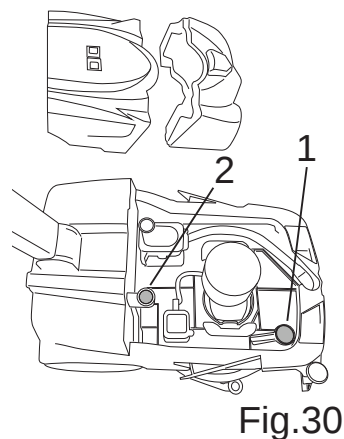

Fig.30
- Fjern filteret, og vask det med vand (Fig. 30-Ref.1).
- Fjern filteret, og vask det med vand (Fig. 30-Ref.2).